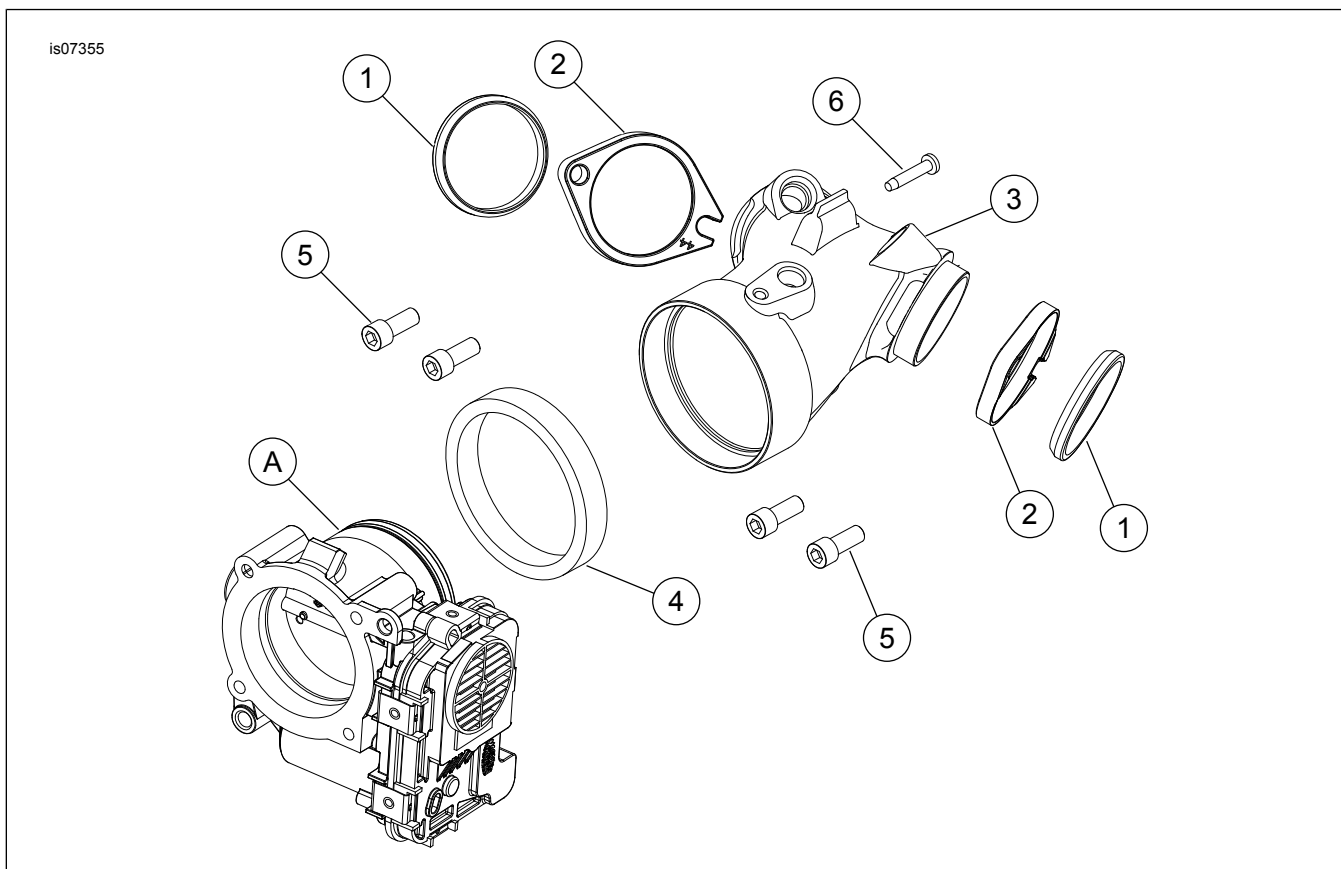

Figura 1. Piezas de servicio: Múltiple de admisión EFI de 64 mm
8. Vea la hoja de instrucciones del kit de cuerpo del acelerador EFI Pro de alto flujo de 64 mm correspondiente y la Figura 1. Arme el cuerpo del acelerador (A) y el múltiple de admisión utilizando el anillo de sello grande (4) e instálelo de acuerdo con las instrucciones del kit del cuerpo del acelerador. Se recomienda prearmar los rebordes y sellos (artículos 2 y 3) en el múltiple, en la orientación que se muestra, antes de conectar el sistema de inducción a las culatas de los cilindros.